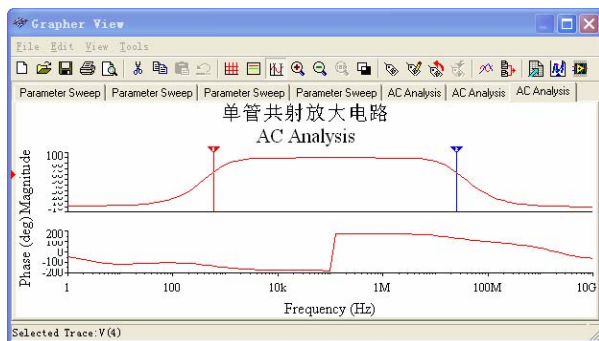
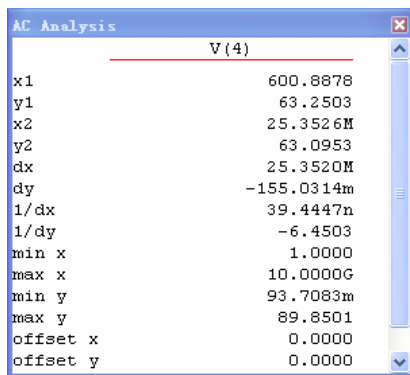

图 14-13 实验电路的频率响应特性
图 14-14 幅频特性的测量数据
2) 确定电压放大倍数和通频带。对实验电路的结点 4 作交流分析 (AC Analysis) (其纵坐标刻度设置为 Linear), 得到图 14-13 所示的频率响应特性。可见, 其幅频特性具有带通性, 低频段和高频段的放大倍数均低于中频段。按下图形显示窗口 (Grapher View) 中的  按钮, 显示两个可移动的游标并打开其说明窗口, 得到幅频特性的测量数据如图 14-14 所示。其中, 纵轴 (Y 轴) 的最大值 $\max y=89.85$ 就是电路的中频放大倍数。拉动两个游标使其对应的 y_1 和 y_2 约等于其最大值 89.85 的 0.707 倍 (约为 63.5), 此时对应的 $x_1 \approx 600.9\text{Hz}$ 和 $x_2 \approx 25.35\text{M}$ 分别为电路的下限截止频率和上限截止频率, 两者之差 $dx \approx 25.35\text{M}$ 即为电路的通频带。显然, 利用 Multisim10 的交流分析可以非常方便地得到放大电路的放大倍数和通频带等指标。